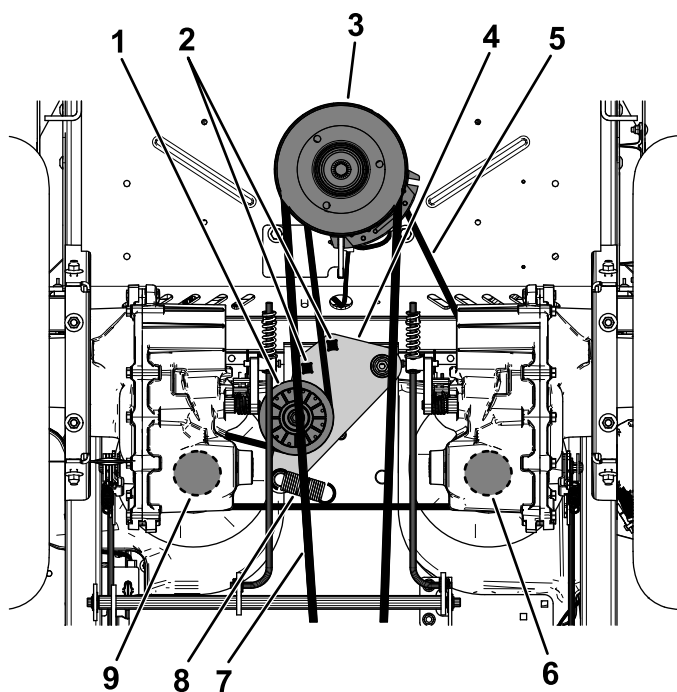

Figura 62
5. Utilice una llave de carraca de ½" o similar en uno de los taladros cuadrados del brazo tensor para aliviar la tensión del muelle tensor (Figura 62).
6. Retire la correa existente de la polea tensora, de las 2 poleas de transmisión de la bomba hidráulica y de la polea del motor (Figura 62).
7. Instale la correa nueva alrededor de la polea tensora, la polea del motor y de las 2 poleas de la bomba hidráulica (Figura 62).